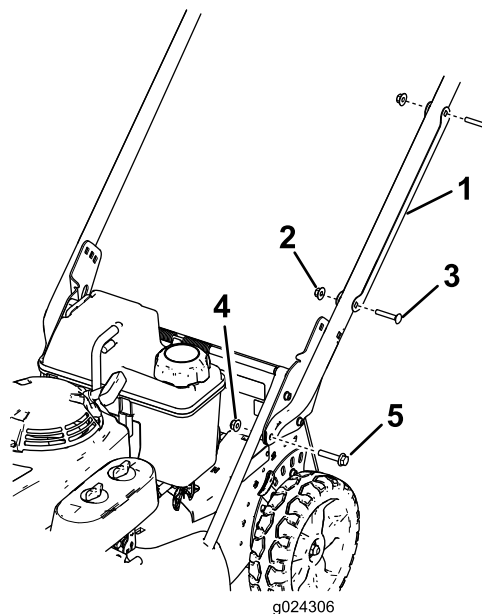

Figure 3
1. Déposez le protège-câble du guidon (Figure 3) en retirant les 2 boulons de carrosserie et les 2 contre-écrous qui le fixent au guidon.
2. Fixez les extrémités du guidon au carter de la tondeuse au moyen de 2 boulons à tête-embase hexagonale (5/16 x 1½ po) et de 2 écrous à embase (5/16 po), comme montré à la Figure 3.
- Positionnez le protège-câble sur le guidon en recouvrant le(s) câble(s), et fixez-le solidement au guidon au moyen des 2 boulons de carrosserie et des 2 contre-écrous retirés précédemment (Figure 3).